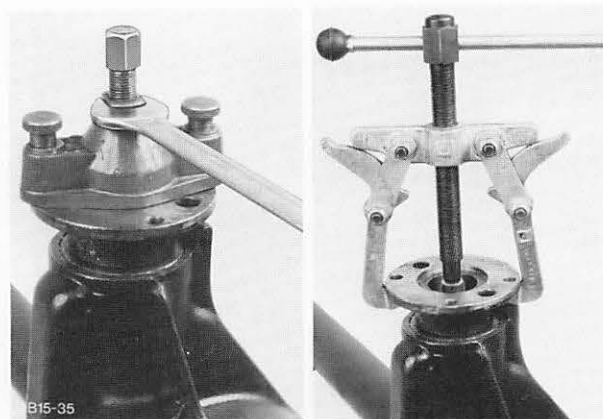

Abb. 53 Flansch – Antriebskegelrad abziehen
4. Flansch – Antriebskegelrad mit dem Spezialabzieher G2-4851-A/6312-A abziehen, Abb. 53. Antriebskegelrad aus dem Achsgehäuse nehmen.